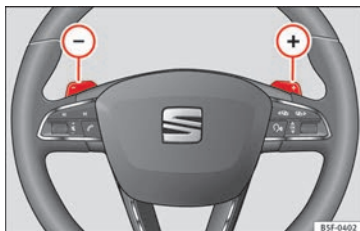

Fig. 160 Volante con levas para cambio automático.
- Presione la leva derecha  hacia el volante para engranar marchas más largas »» fig. 160.
- Presione la leva izquierda  hacia el volante para engranar marchas más cortas »» fig. 160.
Si en el programa normal o en el programa deportivo acciona las levas »» fig. 160, se cambiará temporalmente al modo “Tiptronic”. Si quiere volver a salir del modo “Tiptronic”, presione la leva derecha  hacia el volante durante aproximadamente un segundo. Si no se accionan las levas durante algún tiempo, también se saldrá del modo “Tiptronic”